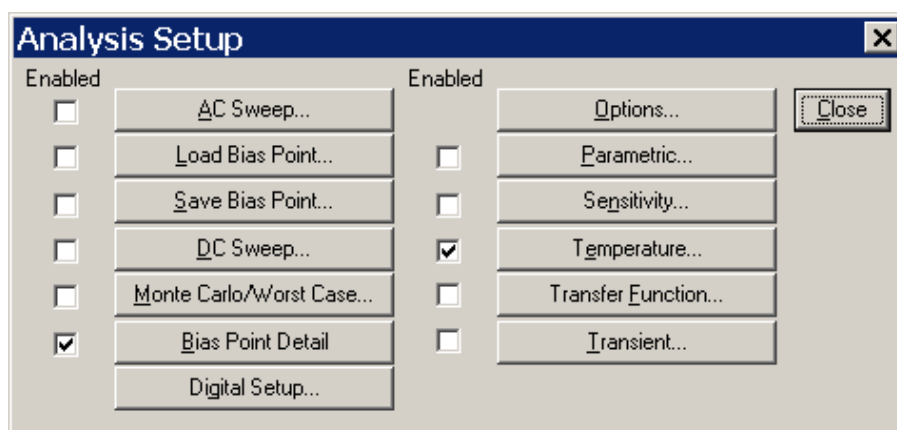

Рисунок 1.2 – Выбор типа анализа
**1.4.2** С помощью меню **Analysis > Setup** открыть окно настройки моделирования и выбрать тип анализа **Bias Point** (рис. 1.2).